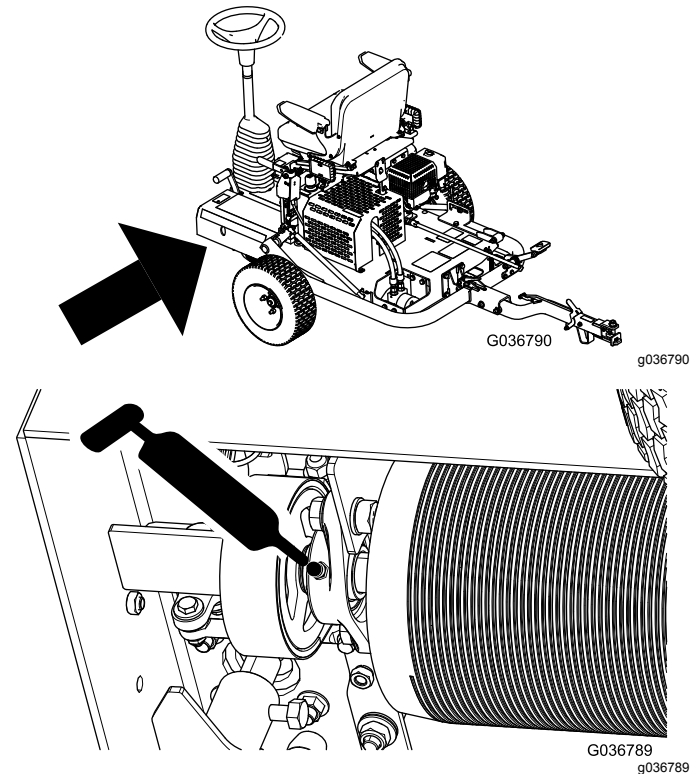

Figure 29
2. Injectez de la graisse dans le graisseur comme montré à la Figure 29.